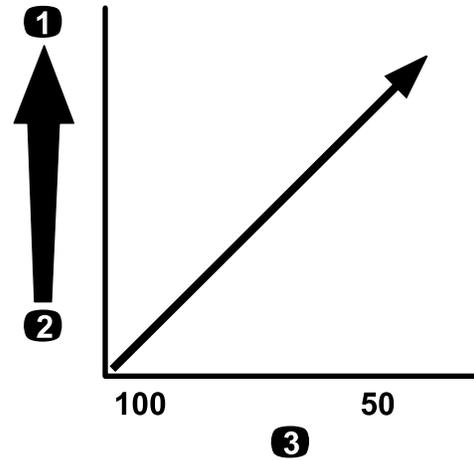

**Figura 16**
**Importante:** Cuando se fumiga con productos químicos de mayor viscosidad (más espesos) o soluciones de polvo humedecible, puede ser necesario utilizar una malla de filtro más abierta para el filtro de boquilla opcional; consulte la Figura 16.